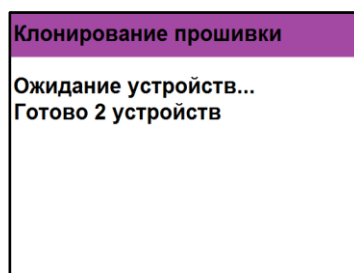

Рисунок 15 - Ожидание устройств для клонирования загрузчика ППК-мастер
- 1.3.1. На ППК-мастер необходимо зажать кнопку “0” на клавиатуре и произвести подключение питания. ППК-мастер автоматически перейдет в режим поиска ППК в CAN сети для клонирования загрузчика (рисунок 15).
- 1.3.6. Все ППК в текущей CAN-сети после клонирования автоматически перезагрузятся с новой версией загрузчика и начнется его обновление (рисунок 15).